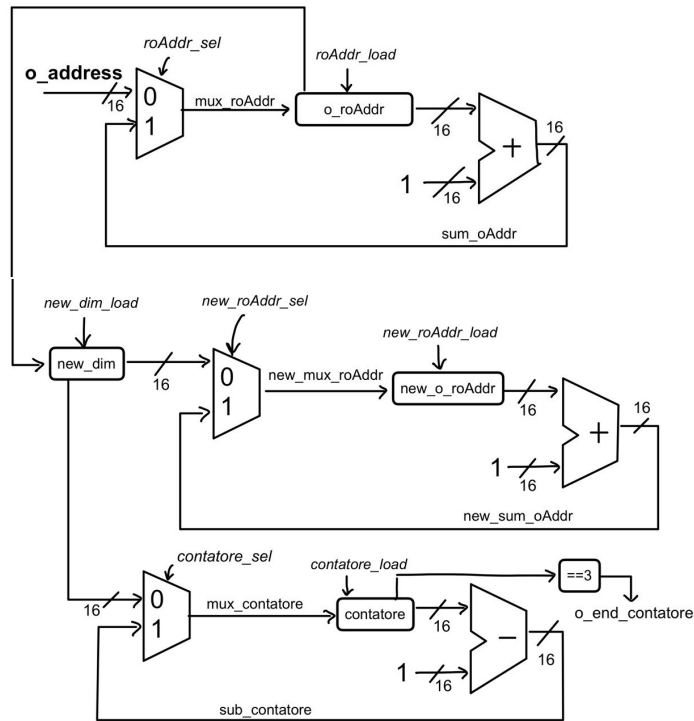

Fig.2.1
- Fase di lettura (`mux_definitivo_sel = '0'`): l'indirizzo di memoria aumenta tramite il sommatore, raffigurato in alto nella Fig.2.1, per poter leggere tutti i pixel.